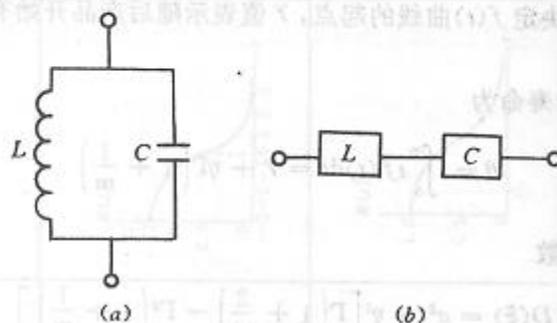

图 2.3 LC 振荡回路及其可靠性框图
① 可靠性框图与电气联接相区别，不要混同。图 2.3 是一个 LC 并联振荡回路，不论线圈 L 或电容 C ，任何一个失效都导致回路失效，因而虽然电气上两者并联，从可靠性角度讲两者是串联。